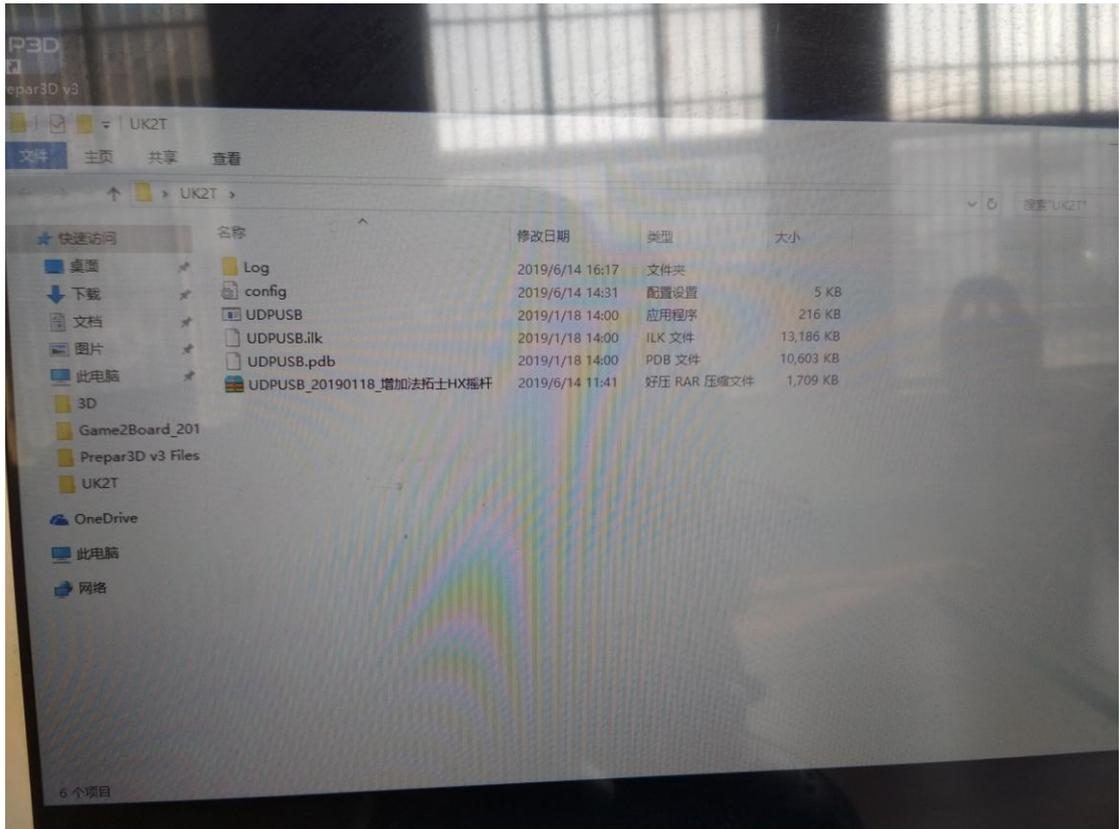

图 7
1) 打开电脑，在显示屏上或磁盘文件中找到 UDP 运行程序软件，和它的 Config 配置文件。如图 7 所示